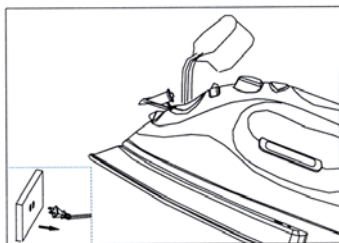

Fig. 1
1. Abra la tapa del recipiente para agua. Con la plancha inclinada un poco a un ángulo, vierta el agua despacio en el recipiente de agua. (Fig. 1) Llene el recipiente al nivel deseado o hasta el nivel máximo "MAX" con el frasco de agua. (Cuando la plancha está en posición vertical, el recipiente de agua transparente le permite ver el nivel del agua.) NO llene el recipiente en exceso. Al terminar de llenar la plancha con agua, cierre la tapa del recipiente antes de continuar.